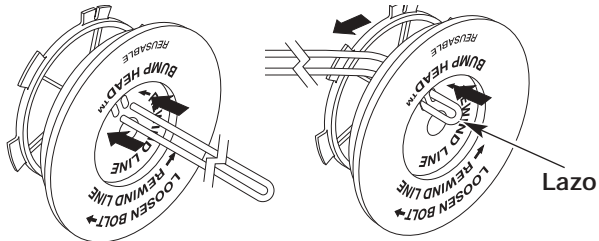

Fig. 15
6. Tome aproximadamente 6 m (20 pies) de nueva línea de corte, enlázela en dos longitudes iguales. Inserte cada extremo de la línea a través de uno de los dos orificios del carrete interior (Fig. 15). Pase la línea a través del carrete interior de modo que el lazo sea lo más pequeño posible.